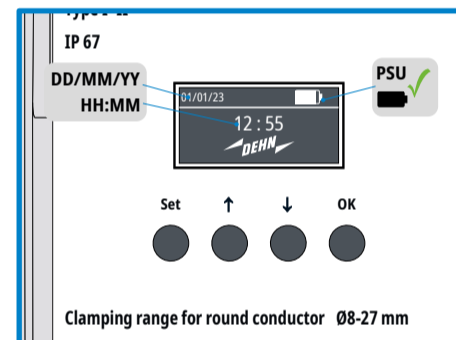

Fig. 6 Startbildschirm
- Verlassen des Menus mit Taste **Set** (= „No“) - der Startbildschirm (Fig. 6) wird angezeigt oder
- Verlassen des Menus mit Taste **Set** (= „Cancel“) - der Startbildschirm (Fig. 6) wird angezeigt
Die Anzeige des Gerätes wechselt zum Startbildschirm (Fig. 6).
Drücken Sie bei Anzeige des Startbildschirms (Fig. 6) die Tasten **OK** und **Set** gleichzeitig für eine Dauer von 3 Sekunden, um zum Menü „Reset“ zu wechseln:
- Verlassen des Menus mit Taste **Set** (= „NO“) - der Startbildschirm (Fig. 6) wird angezeigt oder
- Drücken Sie im Ruhemodus (Display aus) oder bei Anzeige des Startbildschirms (Fig. 6) die **OK**-Taste: